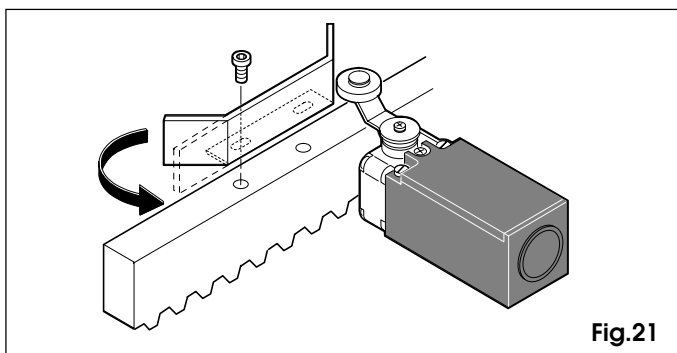

Fig.21
L'operatore 884 è dotato di un finecorsa elettromeccanico a levetta con rullino, che comanda l'arresto del moto del cancello nel momento in cui un lamierino sagomato, fissato sulla parte superiore della cremagliera, aziona la levetta fino all'intervento del microinterruttore (fig.21).
Nota: I lamierini sono predisposti per un eventuale fissaggio tramite viti (fig.21).
Importante: a) Il lamierino deve attivare il finecorsa sulla parte sagomata come da fig.21.
b) Per evitare che il lamierino possa superare il finecorsa (frenata lunga) è consigliabile raddrizzare la parte sagomata finale come da fig.21.